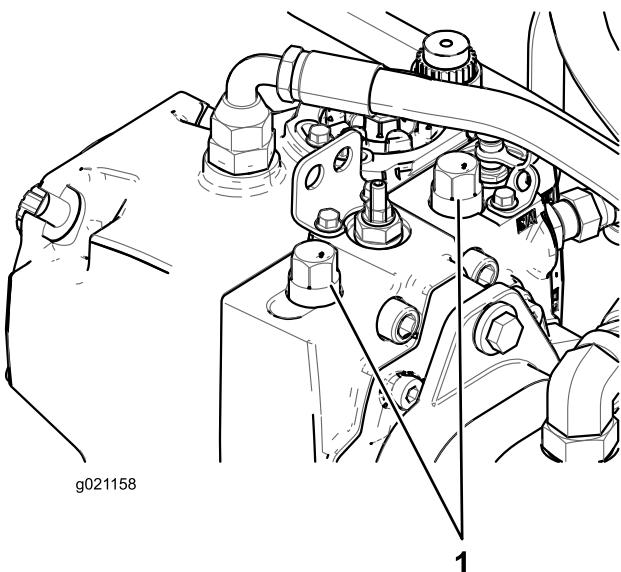

Figura 36
- Levante el capó y localice las válvulas de desvío en la bomba (Figura 36).